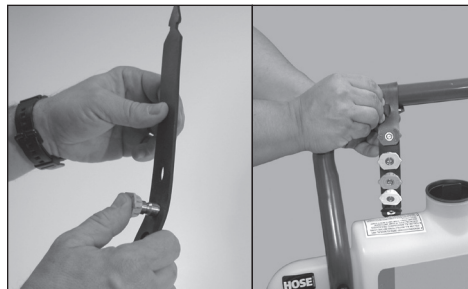

Figura 8 - Inserte las boquillas de pulverización en el soporte de caucho
7. Instale las boquillas de conexión rápida en el soporte para boquillas y sujételo al mango de la lavadora a presión. Vea la figura 8.